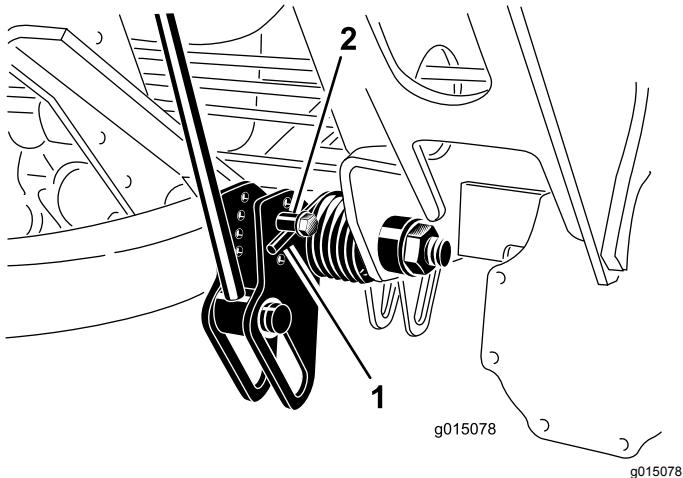

Figura 34
2. Infilate un tubo o un oggetto similare sull'estremità della molla lunga al fine di allentare la tensione della molla durante la messa a punto (Figura 34).
3. Mentre allentate la tensione della molla, togliete il bullone e il dado di bloccaggio che fissano l'attuatore della molla alla staffa (Figura 34).